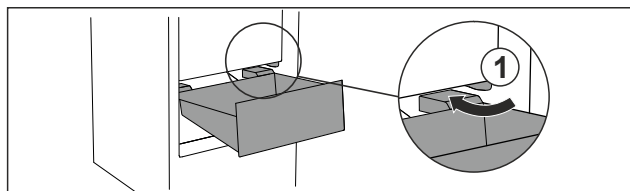

Fig. 65
- ▶ Zásuvku vedte šikmo podél zarážek Fig. 65 (1).